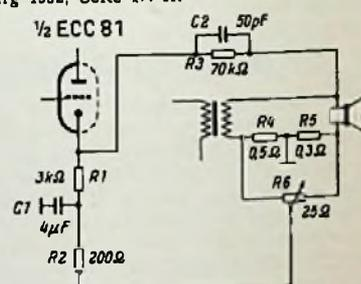
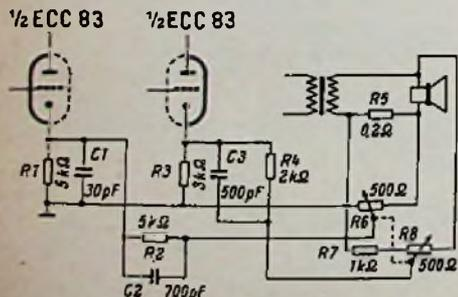

Bild 8. Kombinierte Rück- und Gegenkopplung vom Ausgang auf die Spannungsverstärkerstufe
Bild 9. Gekuppelte Einstellung von Rück- und Gegenkopplung
Bild 8. Stereodyn-Schaltung. Strom- und Spannungsverhältnisse, sowie Lage der Belastungswiderstände. Der Lautsprecher R_1 wurde auf die Primärseite übersetzt, um die Rechnung zu vereinfachen
Das Schaltbild nach Bild 8 zeigt die elektrische Ausführung der Stereodyn-Schaltung. Der Anodenstrom der Endstufe gelangt in üblicher Weise zur Primärwicklung 1...2 des Ausgangsübertragers Tr. Die Sekundärwicklung hat eine Mittelanzapfung. Der eine der beiden Lautsprecher, dargestellt durch den Widerstand R_1 , liegt stets zwischen den Klemmen 3 und 4 der Sekundärwicklung. Der
Bild 7 geht dann in die vereinfachte Darstellung Bild 8 über. R_1 ist auf die Primärseite transformiert und mit R_{10} zu R_1 zusammengefaßt worden. L und C seien so dimensioniert, daß für die Stereo-Übergangsfrequenz f_0 (Gleichung 3) gilt:
Die Auswertung der Gleichung (8) zeigt Bild 9. Man erkennt, daß der Verlauf des Betrages im ganzen Frequenzbereich um den Wert 1 pendelt, und zwar mit einer maximalen Abweichung von ca. 10%. Der Lautsprecher R_2 erhält damit tatsächlich im ganzen Frequenzbereich beim Stereo-Betrieb die gleiche Leistung wie beim Normalbetrieb. Es zeigt sich, daß in der Praxis auch der Frequenzgang des Verstärkers bei vorhandener Gegenkopplung durch die Stereo-Schaltung nicht verändert wird.
Bild 9. Verlauf der Spannung (Betrag) am Lautsprecher R_2 (Bild 8) bei Stereo-Betrieb in Abhängigkeit von der Frequenz, nach Gleichung (8) errechnete Werte. Normierte Darstellung. U_{R_2} ist der Spannungsbetrag, welcher bei Normalbetrieb an R_2 liegt. ω_0 ist die Übergangsfrequenz der Stereodyn-Schaltung; sie beträgt im praktischen Fall z. B. $2\pi \cdot 460$ Hz
Eine übersichtliche Art der Kombination von Rück- und Gegenkopplung zeigt der Schaltungsausschnitt Bild 8. Hier liegen die Widerstände R 4 und R 5 in Reihe mit Transformatorwicklung und Lautsprecher-schwingspule. Da die Verbindung zwischen R 4 und R 5 am Chassis liegt, gibt es auf der Schleifbahn von R 6 einen spannungsfreien Punkt, der die Teile der Bahn verbindet, auf denen der Schleifer Rück- oder Gegenkopplungsspannung abgreift und über R 2 und R 1 der Katode einer voraufgehenden Spannungsverstärkerstufe zuführt. Dabei beschränkt sich der Einfluß auf die hohen Tonfrequenzen, weil der Kondensator C 1 die tiefen ableitet. Der an R 6 einstellbare Kopplungsgrad wirkt je nach Einstellung gegen oder mit der Gegenkopplung vom Lautsprecher über R 3/C 2 zur Katode der Vorröhre.
Sollen sowohl Rück- als auch Gegenkopplung veränderlich sein, so kann das durch eine Anordnung nach Bild 9 geschehen. Hier liegen die Widerstände R 5 und R 6 parallel im Lautsprecherkreis, R 7 und R 8 darüber. Da die Potentiometer R 6 und R 8 mechanisch gekuppelt sind, zeigen Gegen- und Rückkopplungsspannung entgegengesetzten Verlauf, wobei die beiden Kanäle durch